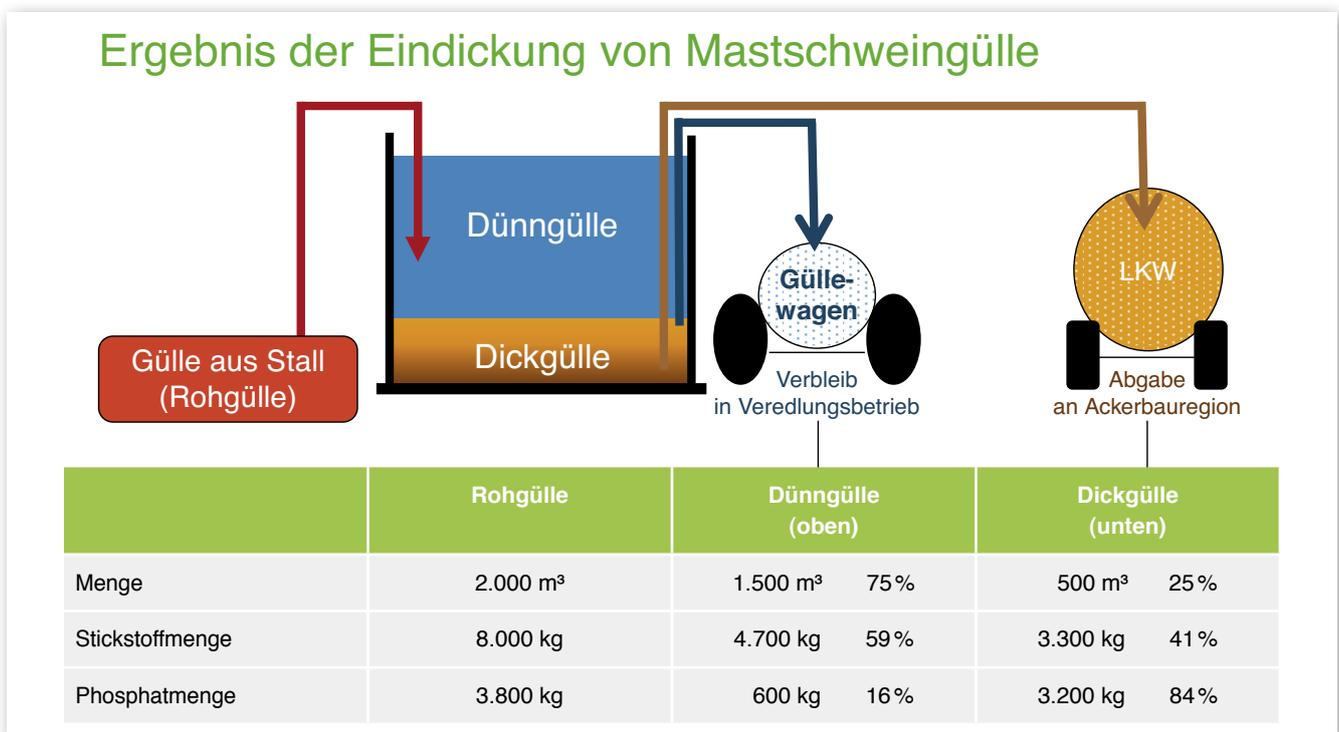

Abbildung 8: Eindickung von Gülle zur besseren Transportwürdigkeit der Nährstoffe (Quelle: Kowalewsky, 2016)
- Eindickung von Gülle (meist Schweingülle) im Lager (siehe Abbildung 8)